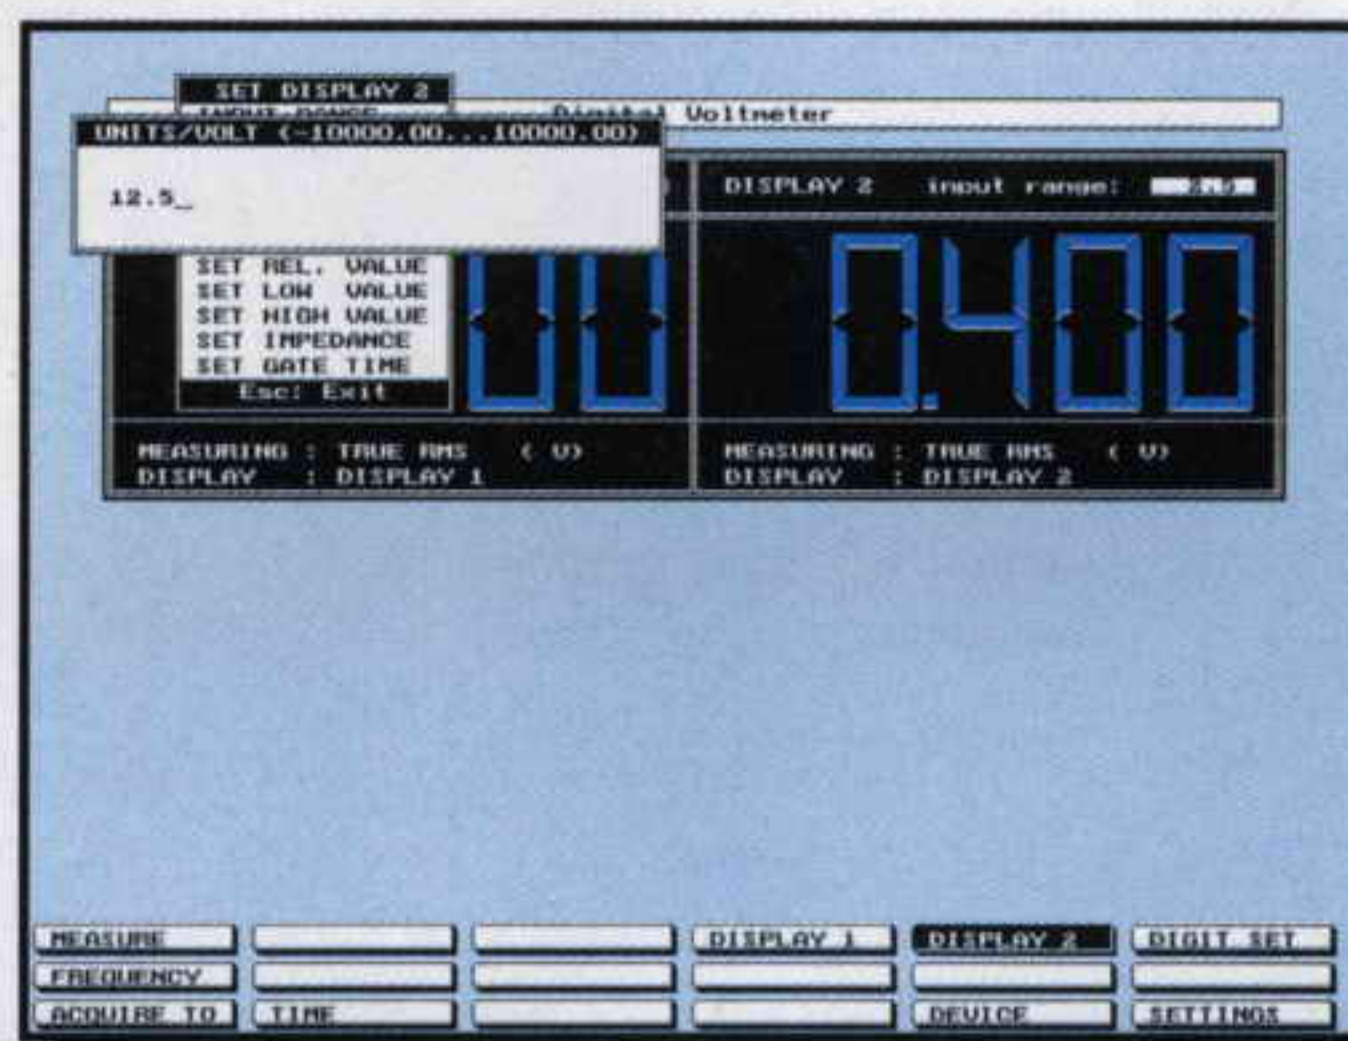

Fig.41 Per calcolare il Guadagno in dB dovette portare il cursore su LOG (2/1) ed inserire nella finestra il valore dei volt di uscita divisi i volt d'ingresso.
– Nella finestra che appare scriviamo il numero della nostra divisione, cioè **12.5** poi Enter (vedi fig.41).